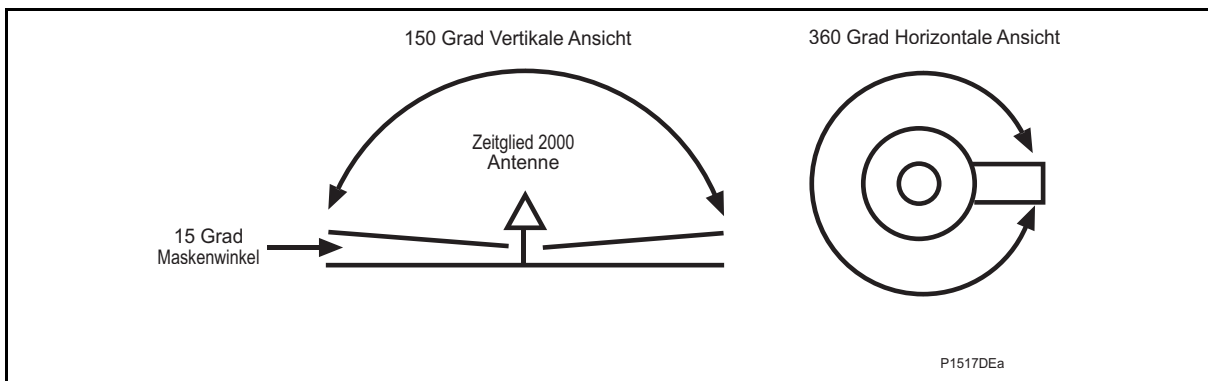

ABBILDUNG 3: DIE VON DER GPS-ANTENNE BENÖTIGTE FREIE SICHT
- Die GPS-Antenne ist so zu montieren, dass sie etwas über dem Gebäudedach liegt, mit 360° waagerechter und 150° senkrechter freier Sicht (max. Verdeckung 15° vom Horizont, siehe Abb. 3). Im Idealfall stehen der GPS-Antenne keine Hindernisse, wie Bauwerke aus Metall oder Gebäude, im Weg. **Die GPS-Antenne darf unter keinen Umständen unterhalb von Dächern montiert werden.** Sollte der Verdeckungswinkel größer sein als 15° in bezug auf den Horizont (z.B. ein größeres Gebäude), so muss ein anderer Montageort für die GPS-Antenne gefunden werden oder die Antennenstange wird verlängert. Jedes Hindernis der freien Sicht kann zu einer Minderung des Signals des GPS-Empfängers P594 führen, und dadurch die Zeitsynchronisierung der MiCOM-Relais P545 bzw. P546 beeinträchtigen.